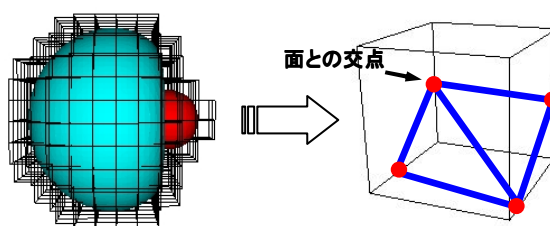

図1. 空間の切り分けと三角形の割り当て
**【方法】**曲面の表現はその面上にある点の空間座標を複数求め、これらの点を頂点とする三角形を割り当てることで可能である。しかし、算出された数万個の点をもとに適切な三角形のパッチを割り当てることは容易ではない。そこで、図1に示すように空間を微小六面体に切り分け、各六面体の辺と曲面との交点を算出する。そして、この算出された数個の点をもとに六面体の内部で三角パッチを作成し、曲面を作成した。